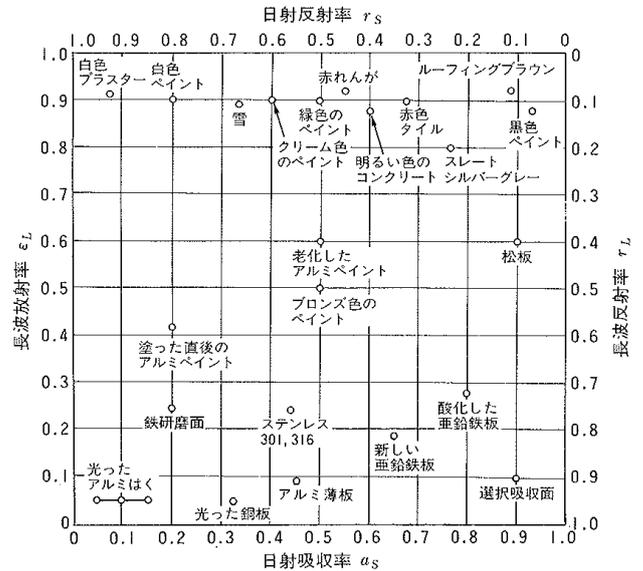

図2. 材料表面の日射吸収率および長波放射率*5
□材料の製造元に問い合わせるのが一番確実ですが、図2.に材料の違いによる日射吸収率と長波放射率を示します。図中に無い材料については類似した材料の数値を使用したり、材料ごとの分布から類推することが出来ると思います。